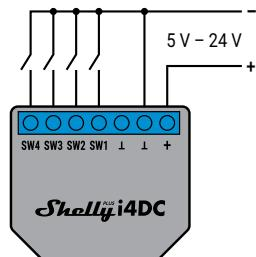

Imagen 1
**ATENÇÃO!** No instale el aparato en un lugar donde pueda mojarse. Conecte un interruptor o botón a un terminal SW del Dispositivo y el cable Negativo como se muestra en la fig. 1. Conecte el cable negativo a terminal L y el cable positivo al terminal + del dispositivo.